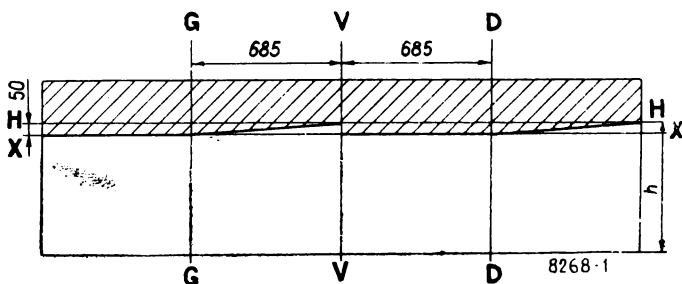

Рис. 59. Разметка экрана для регулировки фар:
- установить ненагруженный автомобиль на расстоянии 5 м от экрана (рис. 59);